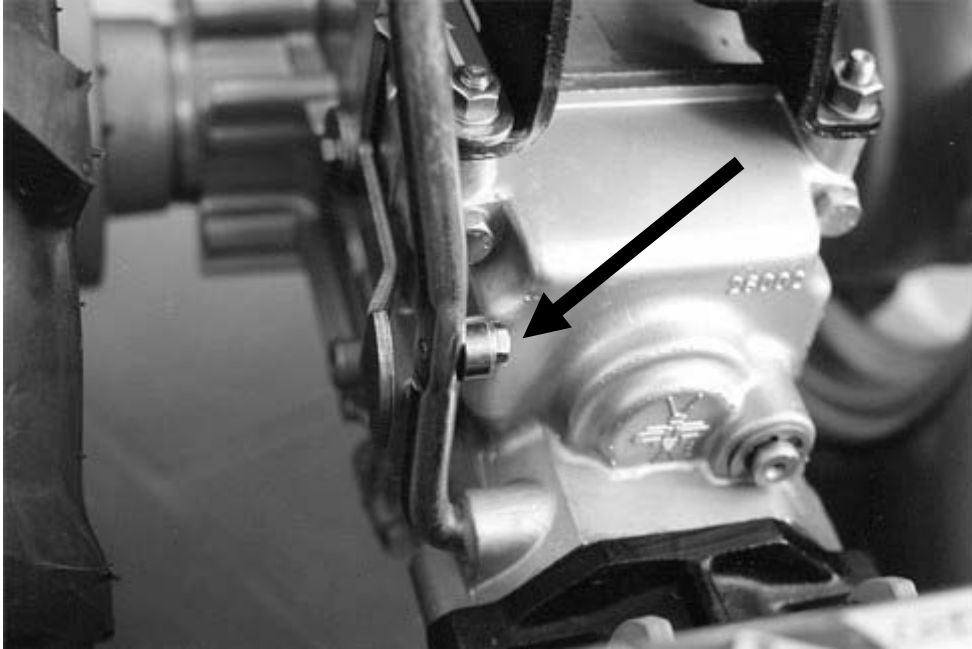

Fig. 2
După întoarcerea ghidonului puteți utiliza toate vitezele ca în versiunea motocultor. Pentru a cupla priza de forță trebuie să dezactivați sistemul de siguranță care împiedică cuplarea simultană a marsarierului și a prizei de forță. (necesar în cazul frezei rotative). Îndepartați surubul (fig. 2).
**Important: când montați din nou freza rotativă, sistemul de siguranță trebuie readus în starea de funcționare inițială. Grillo nu își asumă nici o responsabilitate în cazul nerespectării acestei reguli (fig. 2 - fig. 2A).**
Acest accesoriu (fig. 14) este proiectat special pentru acest motocultor. Este util pentru curățarea zăpezii din curți, alei de acces, etc.. Freza de zapadă este compusă dintr-o turbină rotativă închisă într-o carcasă specială, deschisă în față, care se rotește cu viteză mare, colectează zapadă și o aruncă printr-un vanal de evacuare. Unghiul canalului de evacuare poate fi reglat astfel încât zapada să fie aruncată în orice direcție la o distanță de 8 - 10 m. Freza de zapadă se fixează pe flansa pentru accesorii cu ajutorul a două piulite. Ghidonul trebuie întors 180° spre motor; pentru această urmată instrucțiunile de mai sus pentru bara de tăiere. Pentru cuplarea frezei de zapadă trebuie să dezactivați sistemul de siguranță care împiedică cuplarea simultană a marsarierului și a prizei de forță (necesar în cazul frezei rotative) - desurubați surubul (fig. 2).
Taietorul de iarba (fig. 16) este un cutit rotativ de 75 cm destinat intretinerii terenurilor cu iarba inalta. Puterea mare, rotile conducatoare, vitezele de lucru si marsarierul permit exploatarea in cele mai dificile conditii fara a solicita utilizatorul si economisind timp. Cutitul rotativ pentru iarba se fixeaza pe flansa pentru accesorii. Ghidonul trebuie intors 180° spre motor (urmati instructiunile de mai sus pentru bara de taiere). Pentru cuplarea cutitului rotativ dezactivati sistemul de siguranta care impiedica cuplarea simultana a marsarierului si a prizei de forta (necesar pentru freza rotativa). Pentru aceasta indepartati surubul (fig. 2). **Important: cand cuplati din nou freza rotativa aduceti sistemul de siguranta in starea initiala. Grillo nu isi asuma nici o responsabilitate in cazul nerespectarea acestei instructiuni (fig. 2 - fig. 2A).** Cutitul este condus de doua angrenaje conice si este dotat cu un mecanism de eliberare si o lama de franare. Pentru reglarea inaltimii de taiere modificati pozitia rotii cutitului rotativ sau a patinelor laterale.
Tocatorul universal se monteaza pe flansa pentru accesorii cu ajutorul cuplajului rapid. Ghidonul trebuie intors 180° spre motor (respectsti instructiunile pentru bara de taiere). Pentru cuplarea toculatorului universal decuplati sistemul; de siguranta care impiedica cuplarea simultana a mar-sarierului si a prizei de forta (necesar pentru freza rotativa). **Pentru aceasta indepartati surubul (fig. 2). Important: cand reconectati freza rotativa readuceti sistemul de siguranta in starea initiala de functionare. Grillo nu isi asuma nici o responsabilitate in cazul nerespectarii acestei reguli (fig. 2 - fig. 2A).**
Peria (fig. 28) poate fi montata pe masina conform instructiunilor pentru bara de taiere. Este foarte utila pentru curatarea drumurilor si pietelor. Poate curata de asemenea zapada proaspata de max. 10-12 cm inaltime si poate fi condusa spre stanga sau spre dreapta pentru a troieni zapada. Peria poate fi orientata spre stanga sau dreapta. Ghidonul trebuie intors 180° spre motor (conform instructiunilor pentru bara de taiere). **Pentru cuplarea periei trebuie sa dezactivati sistemul de siguranta care impiedica cuplarea simultana a marsarierului si a prizei de forta. Pentru aceasta indepartati surubul (fig. 2). Important: cand reconectati priza de forta aduceti obligatoriu sistemul de siguranta in starea initiala de functionare. Grillo nu isi asuma nici o raspundere in cazul nerespectarii acestei reguli (fig. 2 - fig. 2A).**